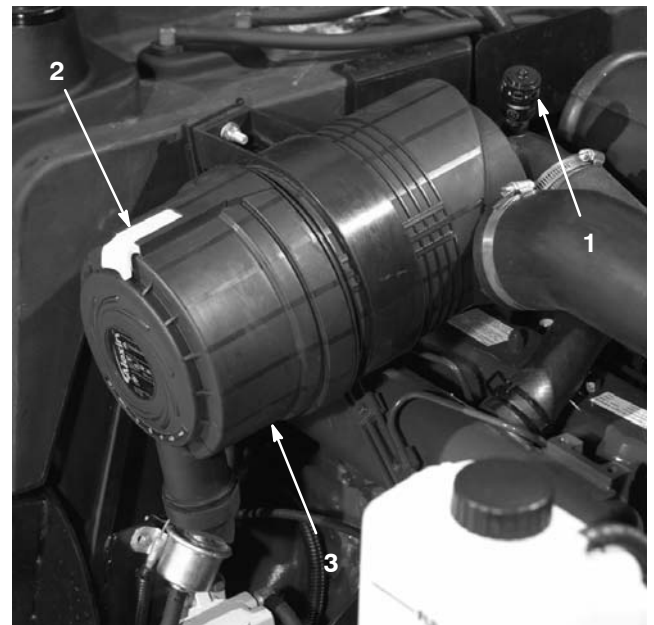

Bild 44
1. Ziehen Sie den Verschluss nach außen und drehen die Luftfilterabdeckung nach links (Bild 44).
7. Setzen Sie die Abdeckung auf. Das Gummiauslassventil (Bild 44) sollte nach unten zeigen, ungefähr zwischen 17 und 19 Uhr vom Ende gesehen. Befestigen Sie die Riegel.